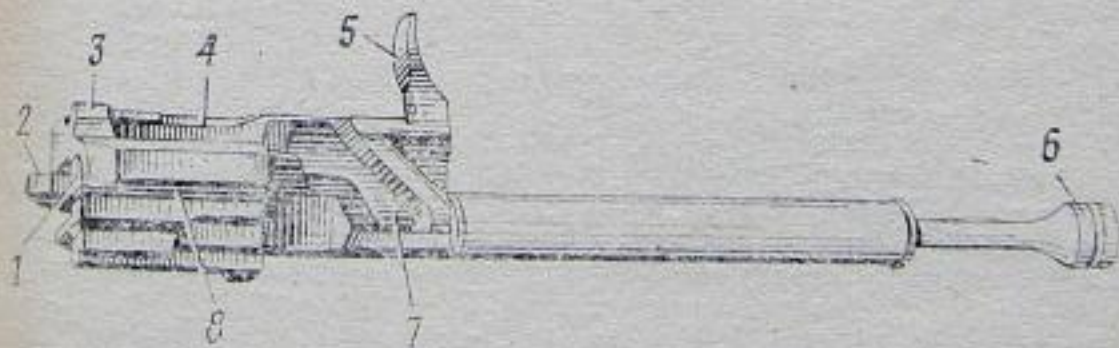

Рис. 28. Затворная рама с газовым поршнем:
15. Затворная рама с газовым поршнем (рис. 28) служит для приведения в действие затвора и ударно-спускового механизма.